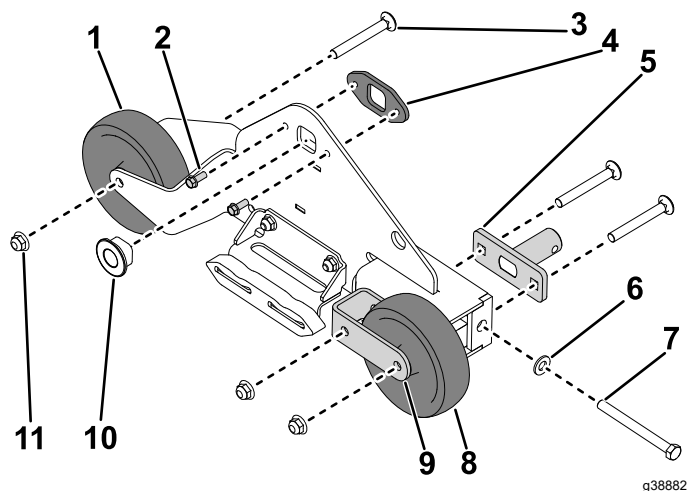

Figura 2
1. Remova o parafuso de carroçaria ($\frac{3}{8}$ x 3 pol.), o casquilho de tensão e a porca de bloqueio ($\frac{3}{8}$ pol.) que prendem a roda do bogie esquerdo ao suporte da lagarta (Figura 2). Remova a roda.
2. Remova o parafuso de carroçaria ($\frac{3}{8}$ x 3 pol.), o casquilho tensor e a porca de bloqueio ($\frac{3}{8}$ pol.) que prendem a roda do bogie direito à culatra do bogie e suporte da lagarta (Figura 2). Remova a roda.
3. Remova o parafuso de carroçaria ($\frac{3}{8}$ x 3 pol.) e a porca de bloqueio ($\frac{3}{8}$ pol.) que prendem o bogie ao suporte da lagarta. Remova a culatra do bogie do suporte da lagarta (Figura 2).
4. Remova o casquilho do eixo (Figura 2).
5. Remova os dois parafusos ($\frac{1}{4}$ x $\frac{5}{8}$ pol.) que prendem o suporte do casquilho do eixo ao suporte da lagarta. Remova o suporte do casquilho do eixo (Figura 2).
6. Remova o parafuso ($\frac{3}{8}$ x 4 pol.), o casquilho de tensão e a anilha ($\frac{3}{8}$ pol.) que prendem o tensor ao suporte da roda do bogie (Figura 2). Remova o tensor.